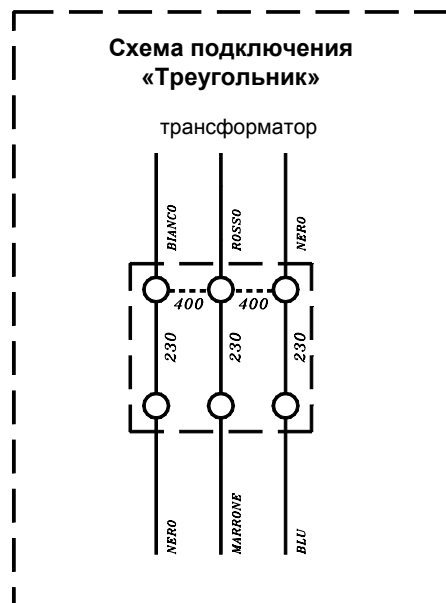

Рис.3
- В номиналах 210В - 250В используйте схему соединения «Треугольник» (рис. 3)